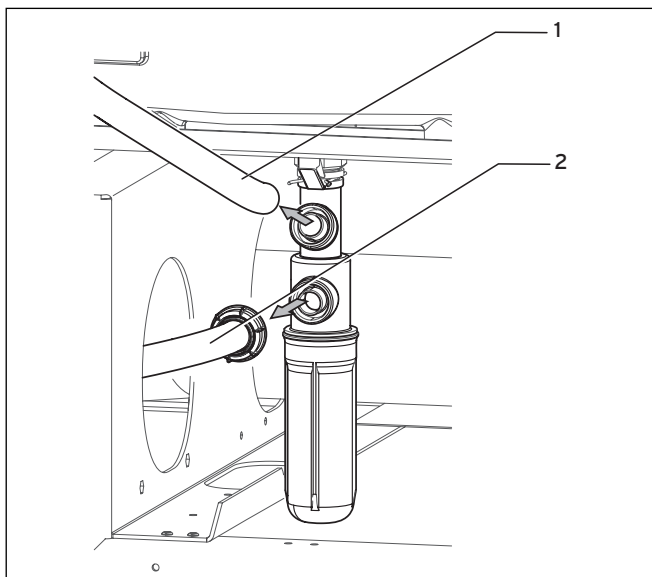

Fig. 8.2 Înlăturarea furtunurilor
- Slăbiți furtunurile (1) și (2, Fig. 8.2).